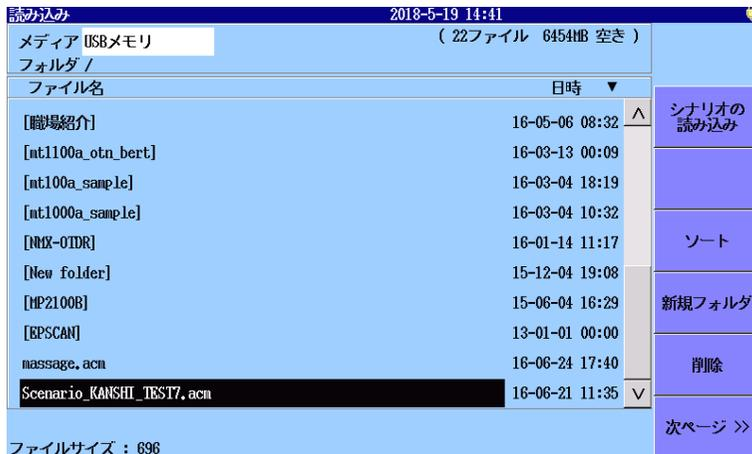

図 14.2-3 読み込み画面
4. 読み込み画面でファイル名をタッチします。選択されたファイルは図 14.2-3 のように反転表示されます。